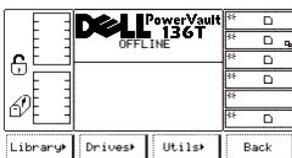

図 63. Main Menu > More > Setup メニュー
- 1 セットアップメニューが表示されます。このメニューでは 4 つの選択ができます。図 63を参照してください。